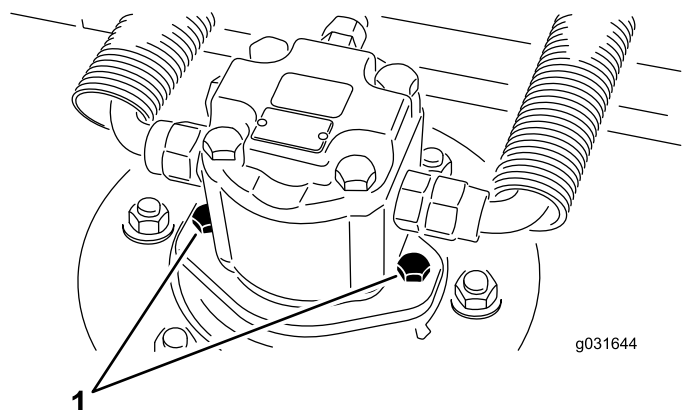

Рисунок 68
2. Выверните крепежные винты гидромотора, отсоедините и снимите гидромотор с режущего блока (Рисунок 68).
4. Установите гидромотор на режущий блок при помощи крепежных винтов гидромотора (Рисунок 68).